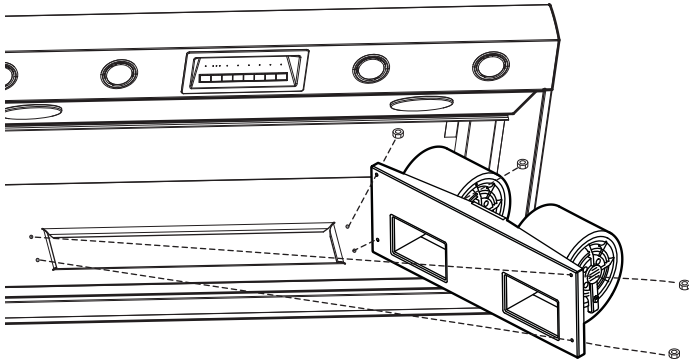

Figura 17: Ubicación de las clavijas soldadas
1. Se fija el ventilador a la campana por medio de clavijas soldadas en la placa de montaje. La *Figura 17* muestra la ubicación de las clavijas soldadas.